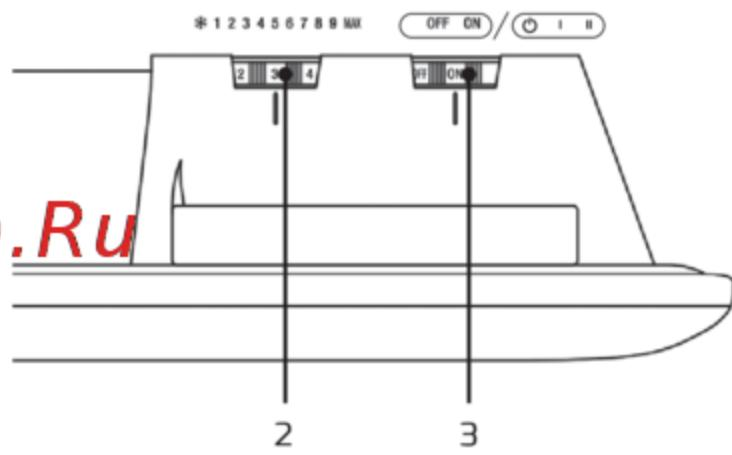
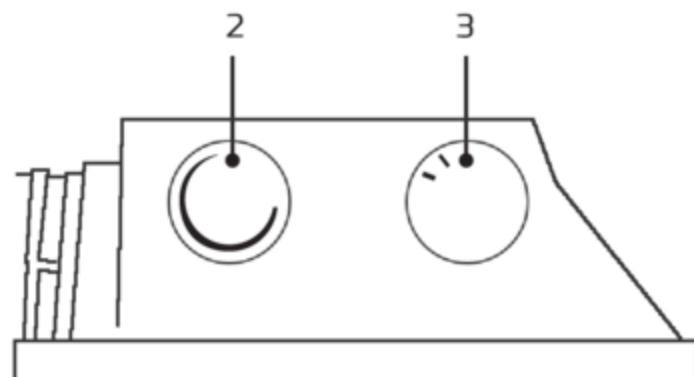

Рис. 7
Рис. 8
- Поверните регулятор (3) для включения прибора (в положение I или ON в зависимости от модели). Для модели SORENTO Econo – рис. 7, для модели SORENTO Meccanico – рис. 8.
- Поверните регулятор (3) для выбора желаемой мощности обогрева помещения* (I и II).
- Поверните ручку терmostата (2) для выбора температуры нагрева (можно выбрать температуру от 5 до 35 градусов).